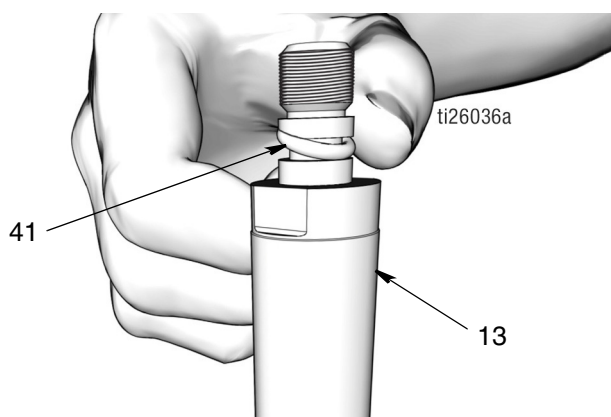

FIG. 49
**NOTA: non bloccare l'asta del pistone (13) in una morsa.**
- Utilizzare un panno pulito per pulire l'asta del pistone (13) e il pistone (6) e rimuovere sporco o contaminanti. Ispezionare le superfici per verificare l'eventuale presenza di graffi e/o danni. Sostituire le parti danneggiate.
- Applicare un sottile strato di grasso all'O-ring (41). Montare l'O-ring sulle scanalature dell'asta del pistone (13) (FIG. 49).
**NOTA: se necessario, utilizzare un oggetto appuntito per facilitare l'inserimento dell'O-ring nelle scanalature dell'asta del pistone (13).**